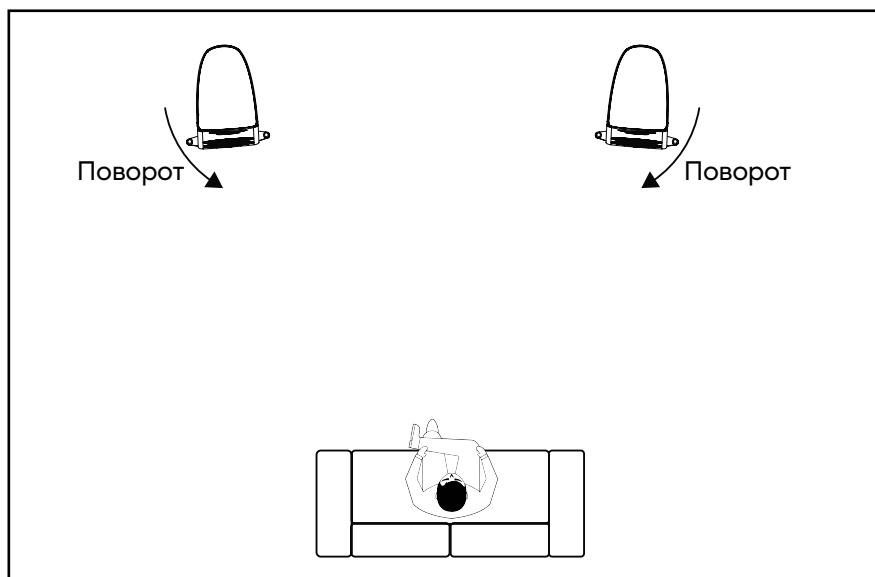

Рис. 6
5. Используя аудиозапись с вокалом, поворачивайте пару акустических систем в сторону места прослушивания, пока инструменты и вокал не станут легко различимы и точно позиционированы. Очень важно, чтобы пара акустических систем была настроена симметрично. Используя передний шип каждой акустической системы в качестве ориентира, поворачивайте пару с небольшим шагом по направлению к месту слушателя, пока образность не станет стабильной, а глубина звуковой сцены – равномерной (см. рис. 6).